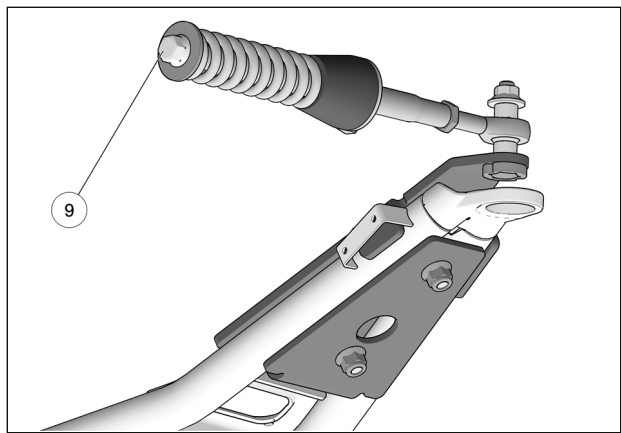

Fig. 16
8. Vérifier que le boulon du ressort (6) est serré au couple recommandé : 75 N•m [55 lb•pi]. Fig. 16